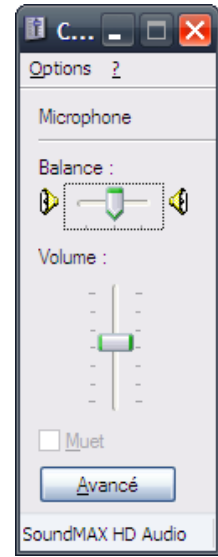

Fig 1.4
- 6) Dans l'écran du «Contrôle d'enregistrement», mettez le volume a 1/3. Il sera modifié ultérieurement. Cf figure 1.4